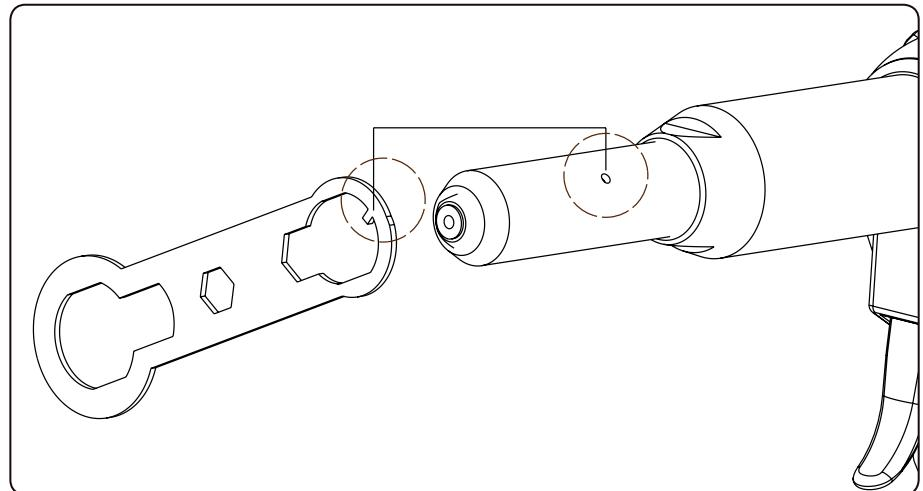

Fig.7, posizione dell'arresto della chiave nel foro del cannuola
- Nel caso in cui fosse necessario accedere alle ganasce (Parte 3, Fig.8) o altre parti, svitare il cannello con la chiave in dotazione. Per poter svitare la cannuola con una chiave, la sporgenza sulla chiave deve essere inserita nel foro del cannuola come fermo (Fig.7). Premere e rilasciare il grilletto prima di sostituire le parti. Accertarsi che i componenti del cannuola della pistola rivettatrice siano sufficientemente lubrificati, soprattutto dopo la loro sostituzione. Per la lubrificazione deve essere utilizzata vaselina per macchine.